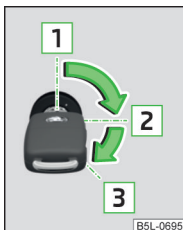

Fig. 120
**Pozițiile cheii autovehiculului în butucul de contact** » fig. 120
- Rotiți cheia în poziția  » fig. 120 la pagina 93, are loc procesul de pornire. Eliberați apoi cheia, motorul va porni automat.
- Rotiți cheia în poziția  » fig. 120 la pagina 93.